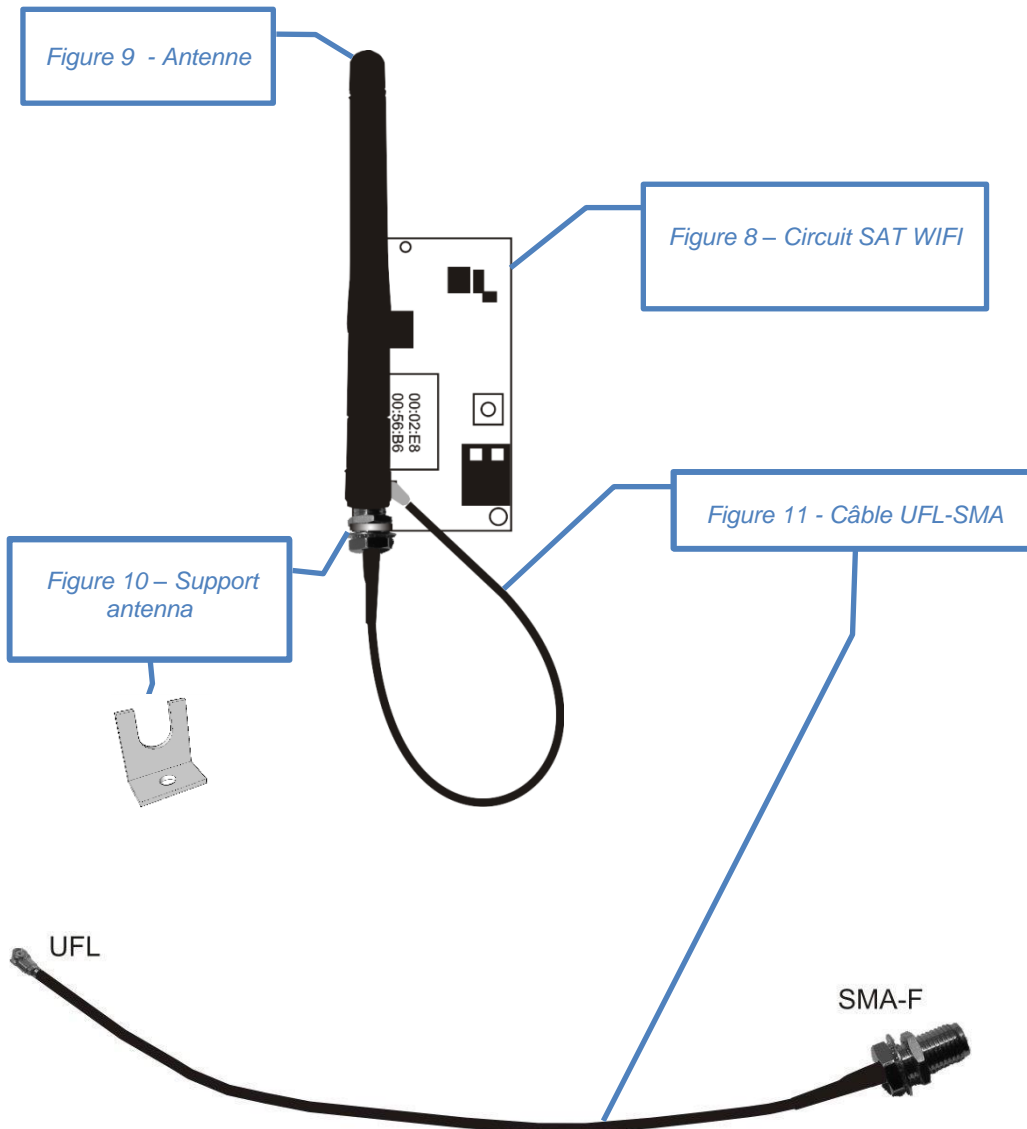

Figure 7 - Exemple de câble Ethernet, UTP catégorie 5 avec connecteurs mâles RJ45
- Câble Ethernet, UTP catégorie 5, 5e ou 6 avec connecteurs mâles RJ45 (figure 7).